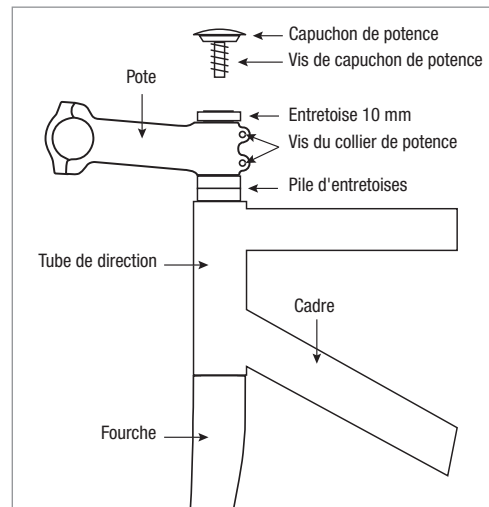

Figure 8
- Remontez la fourche, les entretoises, la potence et tous les composants du jeu de direction dans le tube de direction (Fig. 8).